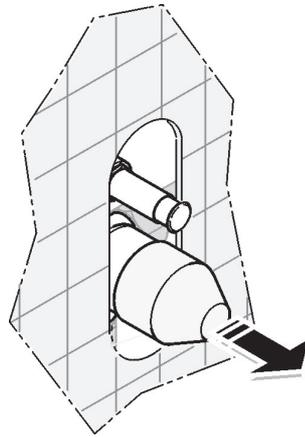

Fig. 6
- Togliere la protezione in plastica di copertura. (Fig.6)
- Remove the plastic protection (Fig. 6).
- Den Plastik-Abdeckschutz entfernen. (Abb. 6)
- Enlever la protection de recouvrement en plastique. (Fig.6)
- Quite la protección de plástico. (Fig.6)
- Снять защитную оболочку из пластика. (Рис.6)